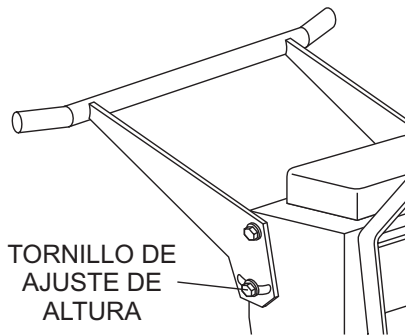

Figura 35. Tornillos para ajustar el manubrio.
1. Afloje los tornillos del manubrio de ajuste de altura (Figura 35) en el manubrio hasta que puedan girar libremente.